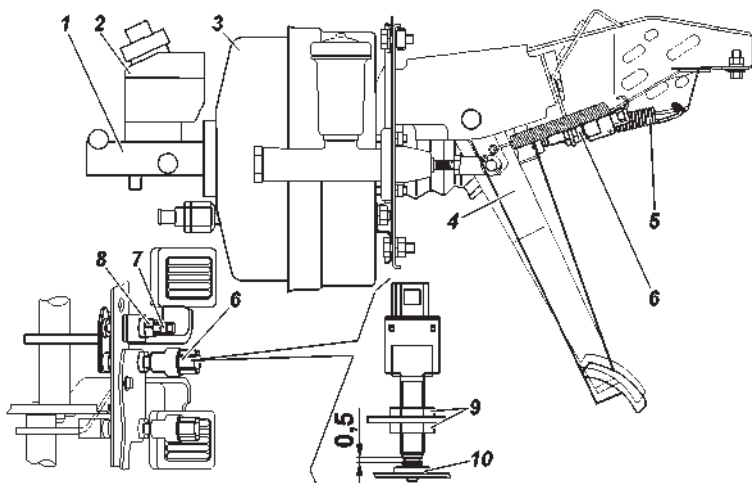

Рис. 9.34. Привод главного цилиндра:
**Свободный ход педали тормоза.** При необходимости вращением регулировочного винта 7 (рис. 9.34) выберите зазор в соединении: вилка толкателя вакуумного усилителя- палец-рычаг привода тормоза. Свободный ход педали должен быть 5-8 мм. После регулировки затяните гайку 8 винта с моментом 14 - 18 Н•м (1,4 - 1,8 кгс•м).